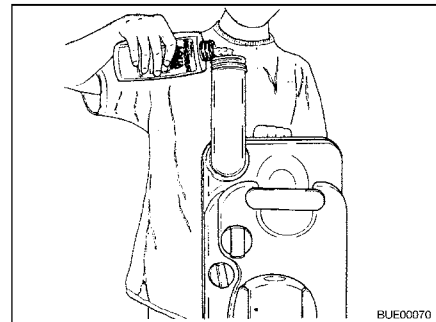

Bild 280 Sanitärflüssigkeit einfüllen
- Angegebene Menge Sanitärflüssigkeit in den Fäkalientank füllen (Bild 280).